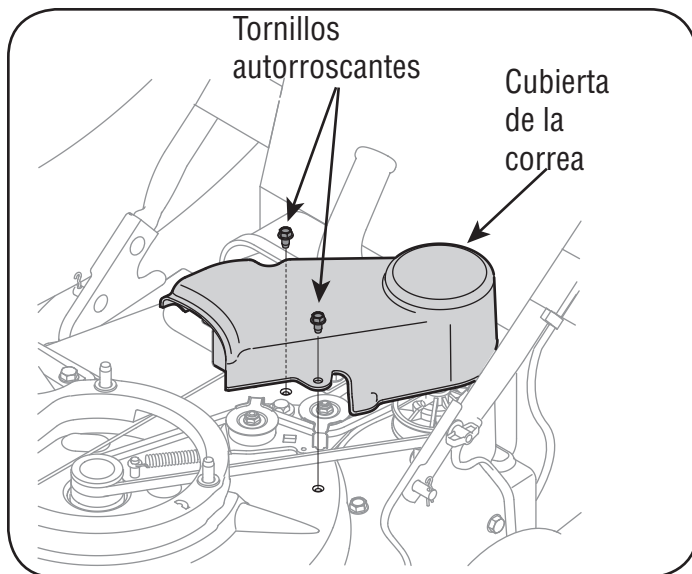

Figura 19
4. Retire los tres tornillos autosellantes que aseguran la tapa de la correa y extraiga la misma. Vea la figura 19.